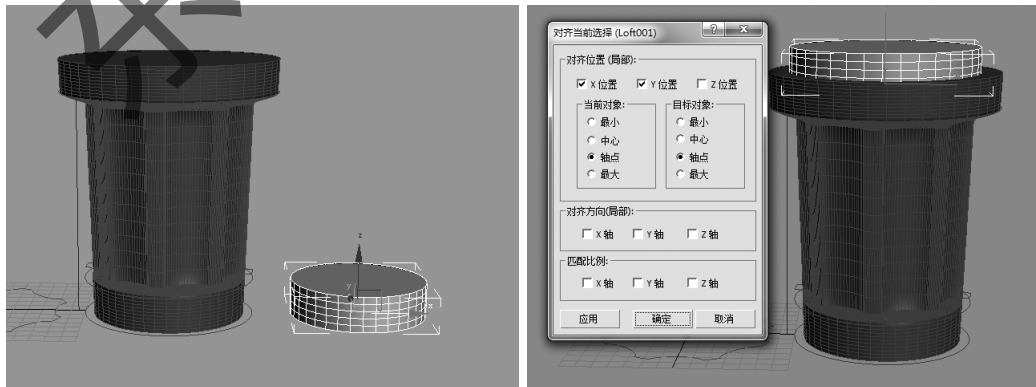

图 4-51 创建圆柱
Step27: 选择“”创建面板→“”(几何体)→标准基本体→圆柱体,创建一个圆柱“Cylinder001”,将圆柱体的“边数”调到 35,并使用对其工具对齐到放样物体的中心部位,圆柱和放样物体内部要有一定交叉,这样交叉部分在下一步的布尔运算中将会成为垃圾桶顶部的凹槽,如图 4-51 所示。